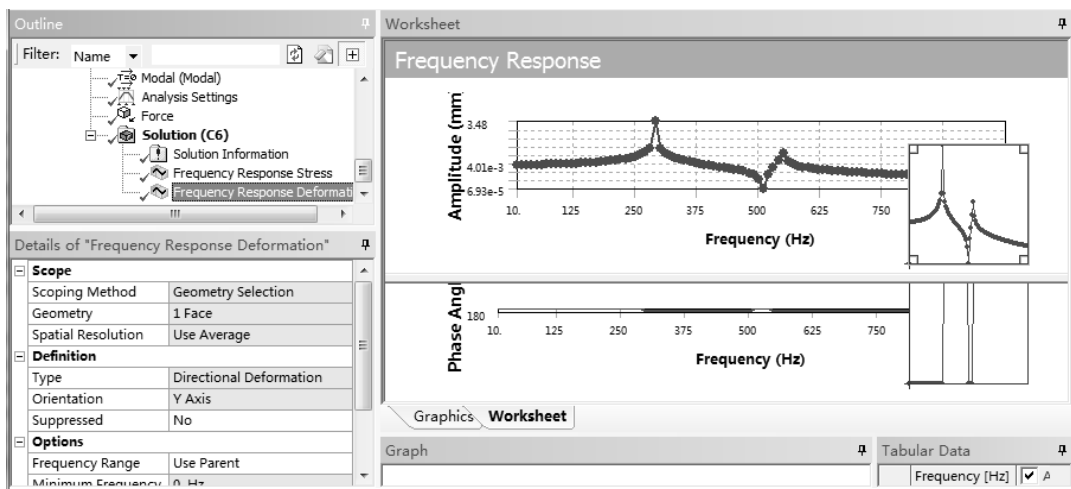

图 6-63 变形频率响应
3) 变形响应结果。在【Outline (分析树)】中选择【Solution (C6)】节点，单击其下的【Frequency Response Deformation】项  Frequency Response Deformation，可以观察到谐响应变形分析结果，如图 6-63 所示。上图为幅值频谱，下图为相位频谱。